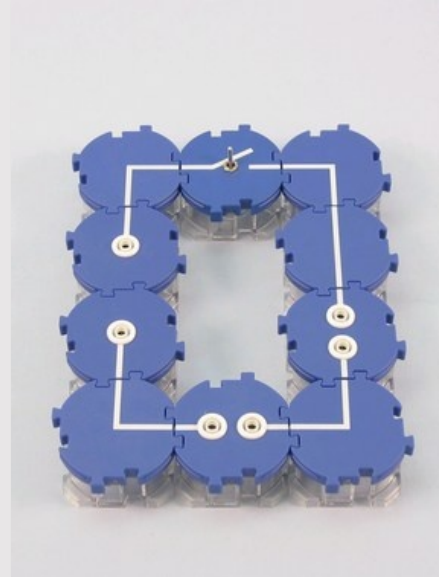

Fig. 1
- Construis l'expérience conformément aux figures 1 et 2. Au départ, l'interrupteur est ouvert et la culasse n'est pas dans la bobine de champ (400 spires). Utilise deux câbles de 50 cm pour relier le galvanomètre à la bobine d'induction (1600 spires).